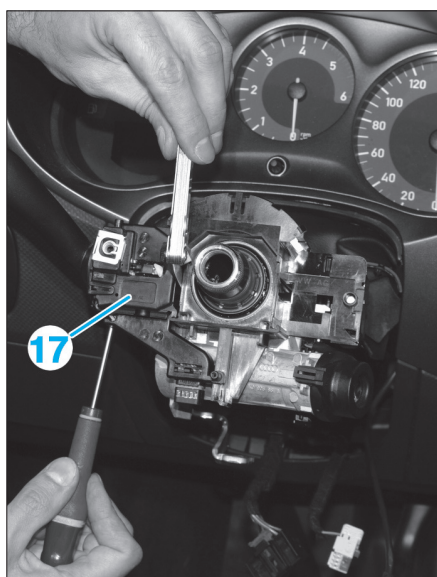

Fig. 39
- À l'aide d'un petit tournevis et d'une jauge d'épaisseur de 1 mm, déposer les commodos (17) (Fig.39).